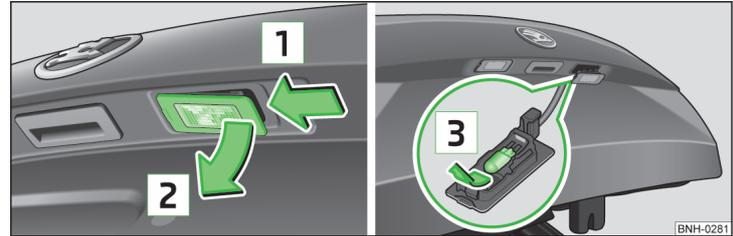

Fig. 155 Smontaggio luci targa / Sostituzione lampadina
- Premere le luci nel senso indicato dalla freccia **1** » fig. 155.